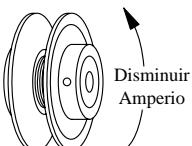

Fig. 6
- Polea ajustable.** Con un amperímetro, mide el amperio del motor. Ajuste la polea del motor hasta que el amperio sea menos por poco de lo que se especifica la placa de identificación del motor. Al ajustar la polea, afloje el tornillo de ajuste con punta plana y gire la polea. Apriete el tornillo de modo que la punta del tornillo queda sobre el área plana, si no, dañaría las rosas. El incrementar el diámetro de la polea, incrementa también el amperio; el disminuir el diámetro de la polea, disminuye también el amperio (véase fig. 6). Vuelva a inspeccionar la alineación de la correa.